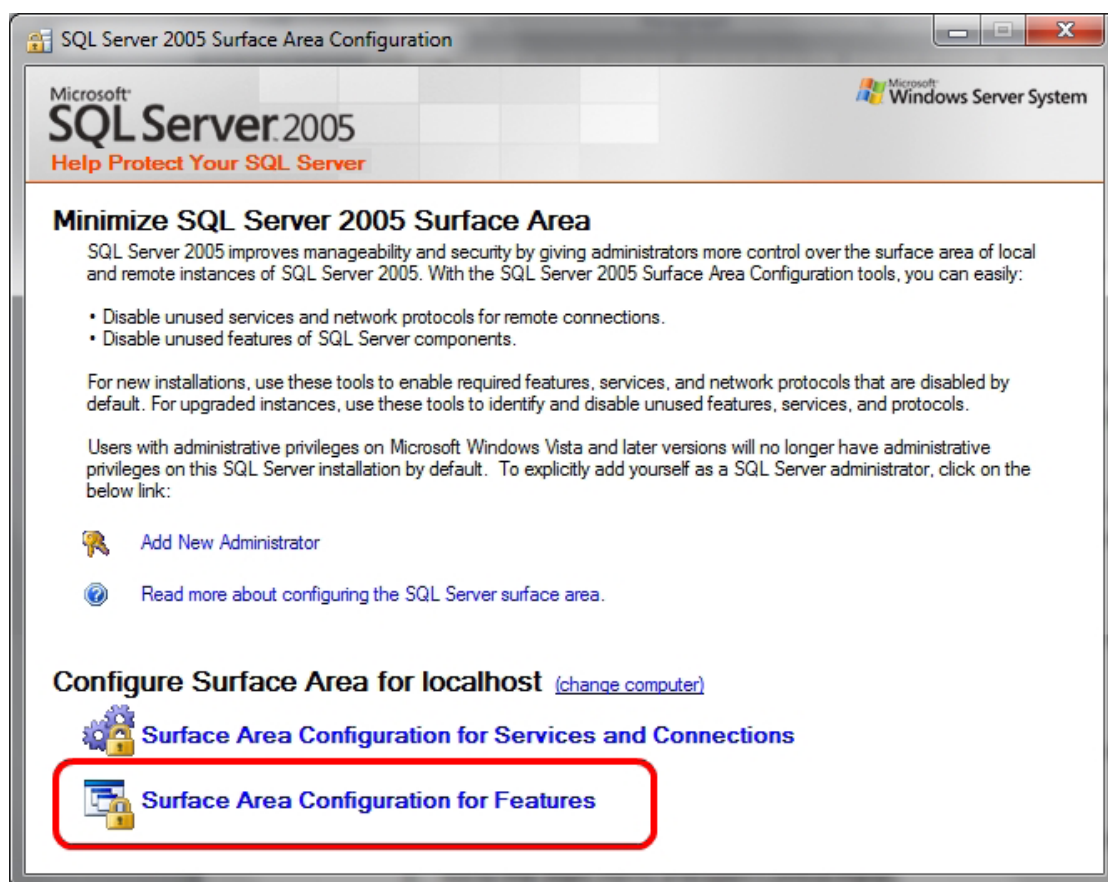

Figura 8
3. Dentro de Configuración de Superficie de Servidor SQL de clic en Configuración de Superficie para Conexiones y Servicios. Ver Figura 8.